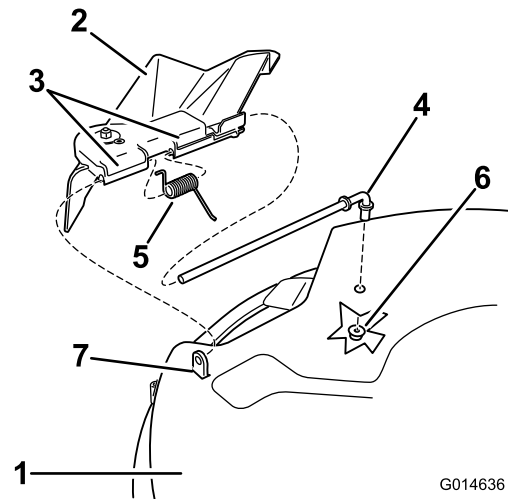

Bild 57
- Machen Sie die in Bild 57 gezeigten Teile ausfindig.
- Nehmen Sie die Mutter (3/8") aus der Stange unter dem Mähwerk ab (Bild 57).
- Schieben Sie die Stange aus dem kurzen Vorsprung, der Feder und dem Ablenkblech (Bild 57).
- Montieren Sie das Ablenkblech (Bild 57).
Schieben Sie die Stange durch die zweite Halterung am Grasablenkblech (Bild 57).
- Befestigen Sie das hintere Stangenende mit einer Mutter (3/8") am Mähwerk, wie in Bild 57 abgebildet.